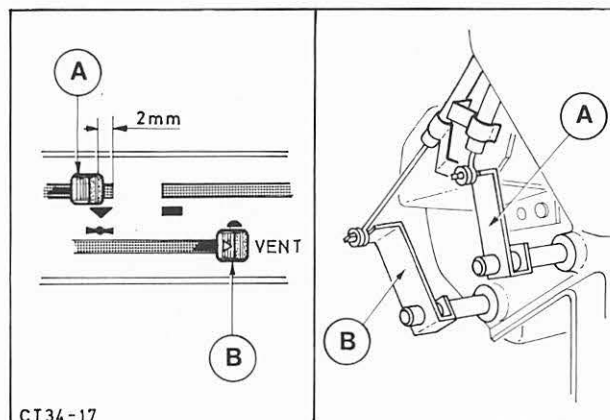

Abb. 46 Hebel am Bedienungsschalter einstellen
6. Bowdenzüge montieren, dabei wie folgt einstellen: Am Bedienungsschalter Regulierhebel „A“ ca. 2 mm vor Anschlag bringen bzw. Hebel „B“ am rechten Anschlag („VENT“) durch Herausziehen arretieren, Abb. 46. Bowdenzüge so am Verteilerkasten befestigen, daß die jeweilige Regulierklappe in Endstellung steht. Abb. 46.